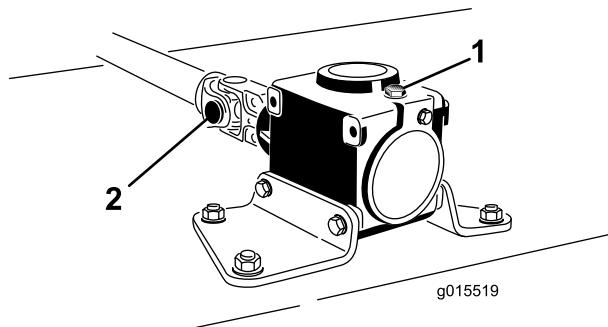

Figura 3
- Retire o pino de segurança da culatra da extremidade eixo da transmissão (Figura 3). Guarde o pino de segurança para futura utilização.
- Desaperte os 2 parafusos e porcas de bloqueio (Figura 3).